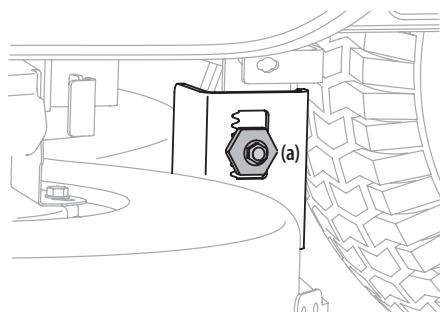

Figura 25
3. Debajo de los guardabarros traseros dentro de las ruedas, hay un perno de cabeza hexagonal de ajuste de elevación para cada lado de la plataforma. Consulte la Figura 25.
4. Afloje, pero NO extraiga, el perno de cabeza hexagonal (a) ubicado en el soporte de suspensión izquierdo de la plataforma. Consulte la Figura 25.
6. Una vez logrado el ajuste correcto, ajuste el perno de cabeza hexagonal (a) del soporte de suspensión izquierdo de la plataforma. Consulte la Figura 25.